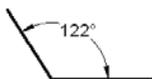

图 8.3.10 标注两条不平行直线之间的角度
1. 标注两条不平行直线之间的角度（图 8.3.10）
Step2. 选择下拉菜单 **标注 (D)** → **角度 (A)** 命令。